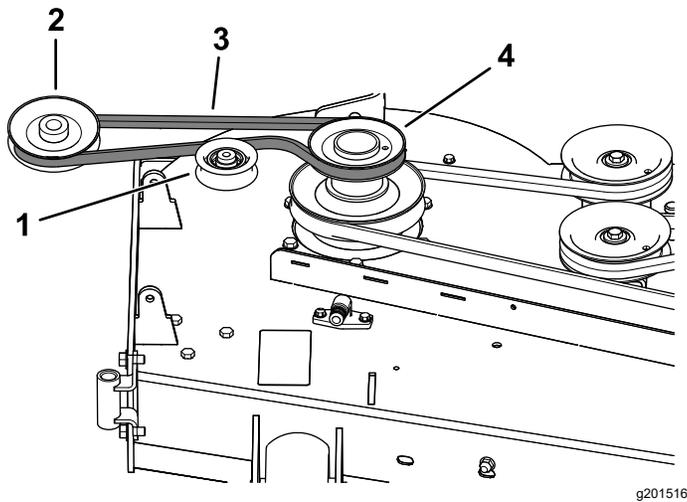
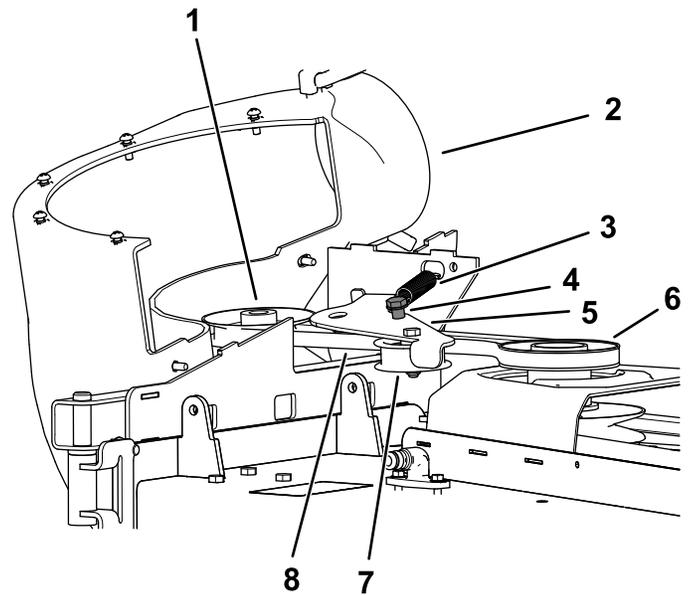

Figura 25
Figura 26
1. Si es necesario, instale la correa alrededor de la polea del soplador (Figura 25).
1. Instale la correa alrededor de la polea del soplador (Figura 25 y Figura 26); consulte 10 Instalación del conjunto del soplador \(página 15\).
3. Aleje la polea tensora del anclaje fijo del muelle y enrute la correa alrededor de la polea de la carcasa de corte (Figura 26).
4. Enrute la correa alrededor de la polea motriz, según se muestra en Figura 25 y Figura 26.